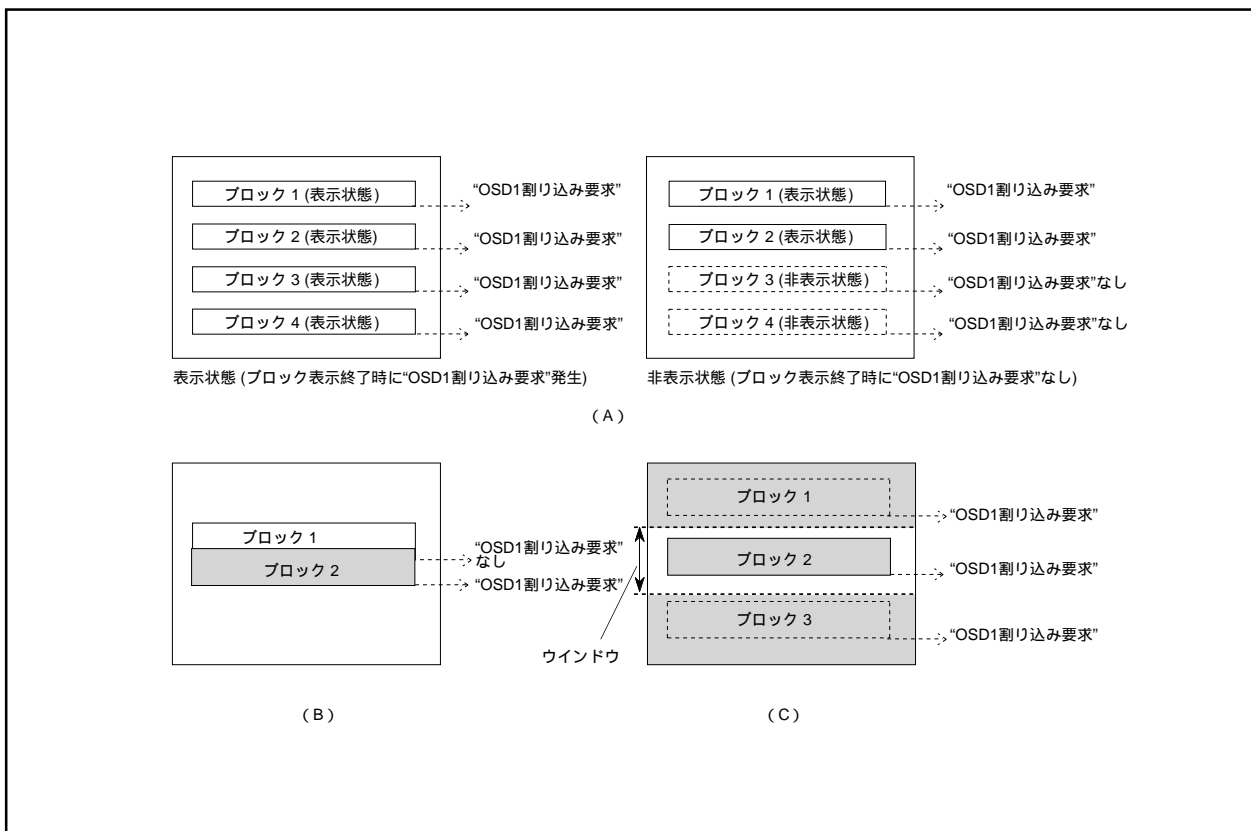

図16.39 OSD1割り込み発生の注意点
- 注1. ブロック表示終了時に発生する“OSD1割り込み要求”は、ブロックを表示していない場合は発生しません。つまり、ブロックコントロールレジスタ i （0210₁₆～021F₁₆番地）の表示制御ビットの設定によってブロックの表示がオフ（非表示）状態であれば、“OSD1割り込み要求”は発生しません（図16.39のA参照）。
2. 1つのブロック表示中に途中の他のブロックの表示開始位置がきた場合は、割り込み要求は途中から表示したブロックの表示終了時に1回だけ発生します（図16.39のB参照）。
3. ウィンドウを設定した画面で、ウィンドウ外にあるブロック（表示OFF）が表示終了した時点でも“OSD1割り込み要求”は発生します（図16.39のC参照）。